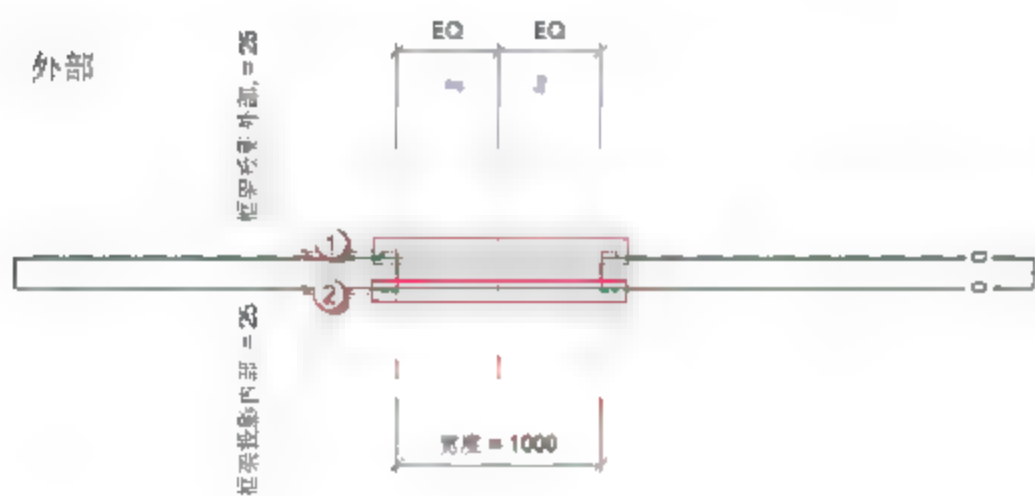
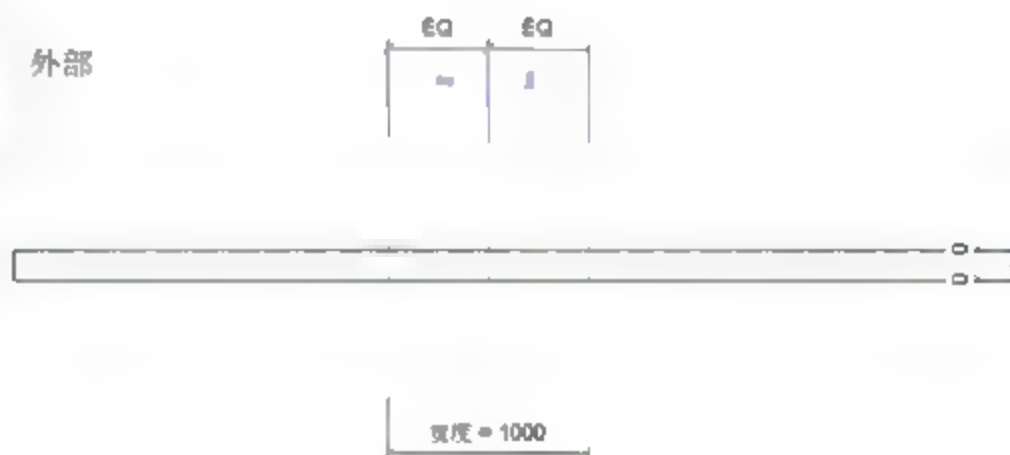

图 6.2.40 选定“框架/竖挺: 拉伸”
图 6.2.41 删除“框架/竖挺: 拉伸”
(2) 删除公制门框架。按 Ctrl 键, 多选上“框架/竖挺: 拉伸”, 如图 6.2.40 所示, 按 Delete 键将其删除, 删除后如图 6.2.41 所示。